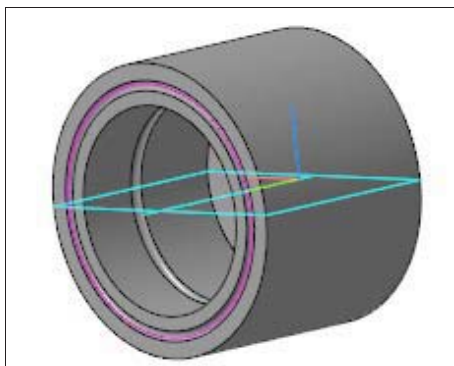

Рис. 19.35. Модель стакана с канавками
- ◆ нажмите кнопку **Создать объект** — система вырезала в модели отверстие заданной формы (рис. 19.35). В Дереве модели появился элемент **Вырезать по траектории** со своей пиктограммой — .